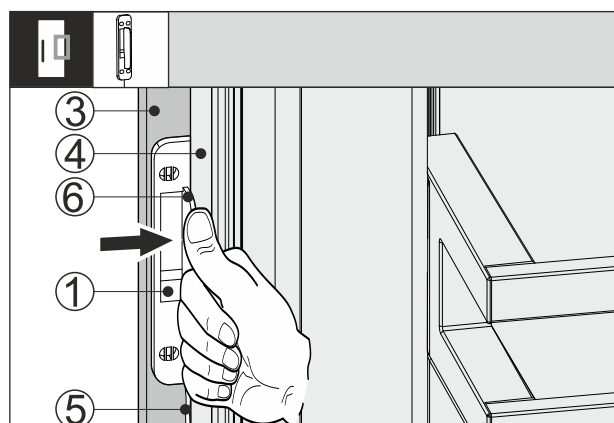

Fig. 67
- Zasuňte senzor klepání Fig. 67 (1) mezi čelo nábytku Fig. 67 (3) a dveře spotřebiče Fig. 67 (4) tak, aby byl kabel Fig. 67 (5) mírně napnutý. Doraz Fig. 67 (6) senzoru klepání spočívá na dveřích spotřebiče Fig. 67 (4).
- Přitlačte senzor klepání Fig. 67 (1) k čelu nábytku Fig. 67 (3).
- Senzor klepání Fig. 67 (1) je přilepen. Přilepením snímače klepání je optimalizován přenos signálu klepání.
Trvalé připevnění senzoru klepání Fig. 67 (1) zvyšuje životnost.
- Přišroubujte senzor klepání Fig. 67 (1) dodanými šrouby k čelu nábytku Fig. 67 (3).